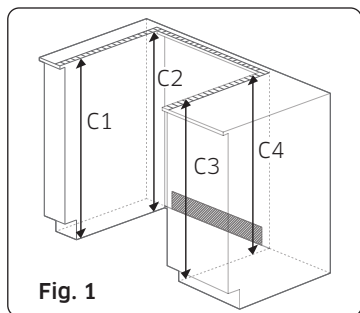

Fig. 1
1. La mesada alrededor del borde debe estar plana y nivelada (consulte la zona sombreada de la Fig. 1).
2. Antes de instalar la unidad, mida las alturas de los dos laterales del gabinete (C1-C4), frontal y posterior (consulte la Fig. 1) desde el suelo hasta la parte superior de la mesada.